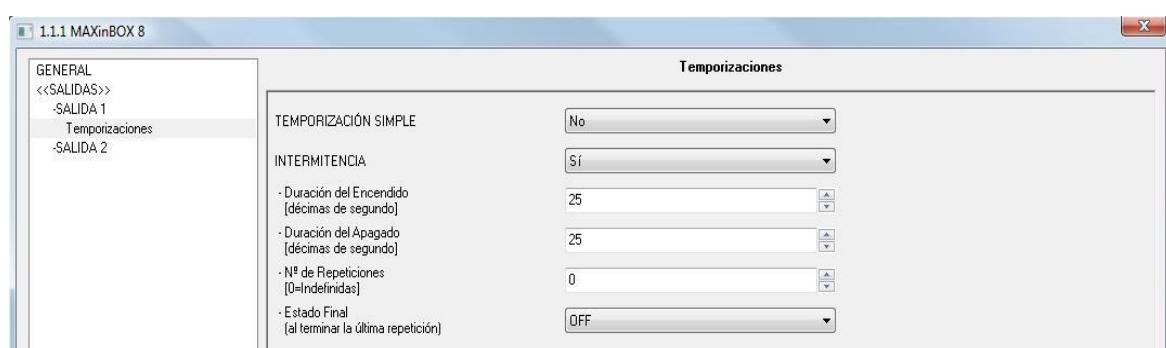

Figura 3.7. Pantalla de temporizaciones. Intermitencia.
- **Intermitencia** (ver figura 3.7). Permite encender y apagar una salida de manera intermitente, parametrizando una duración para el encendido y otra para el apagado, así como el número de veces que esta secuencia de encendidos y apagados se repetirá (si en el parámetro “Número de repeticiones” se elige el valor 0, la secuencia se repetirá indefinidamente, hasta que llegue una orden de apagado de la intermitencia, “[SX] Intermitencia=0”).